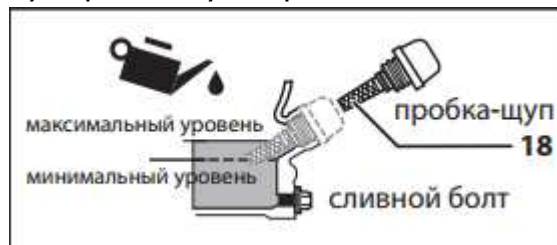

Рис.2
- пробка-щуп 18 сливной болт максимальный уровень минимальный уровень (Рис.2);